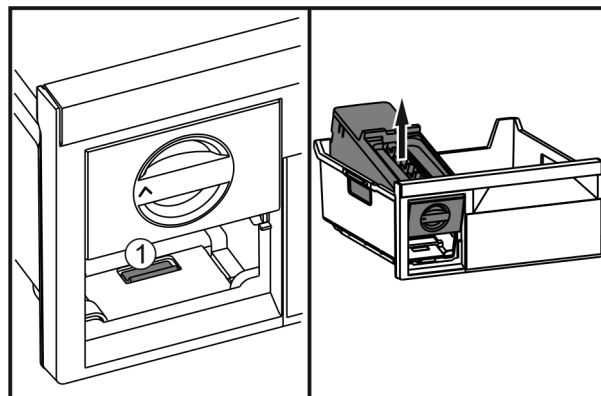

Fig. 36
- ▶ Wcisnąć nakładkę Fig. 36 (1), EasyTwist-Ice zdjąć od tyłu i wyjąć z szuflady zamrażalnika.